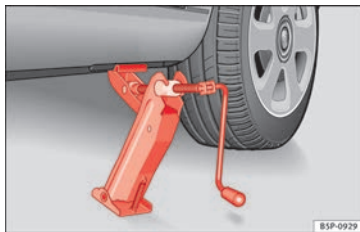

Abb. 159 Wagenheber anbringen
- Richten Sie den Wagenheber so aus, dass seine Klaue den Steg des Unterholms umfasst und die bewegliche Grundplatte plan auf dem Boden aufliegt » Abb. 159.